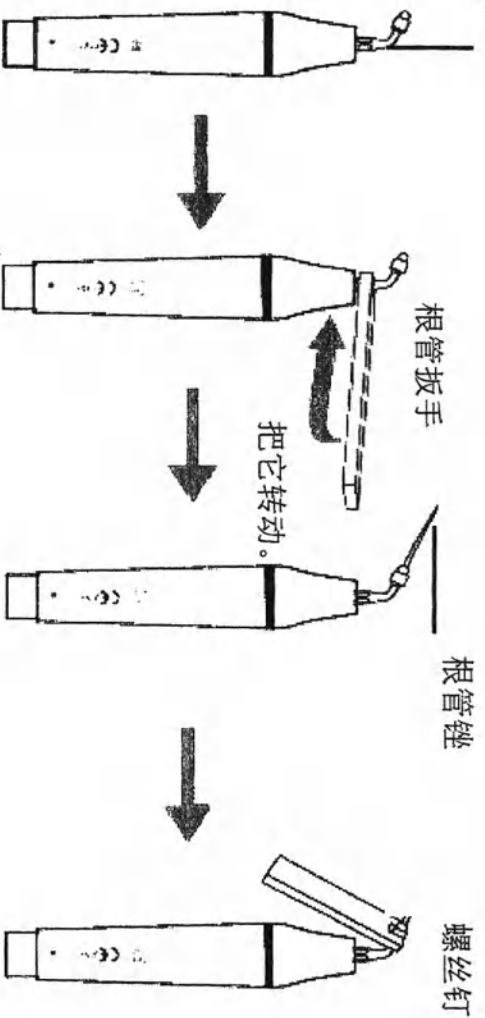

图 5
同时，水或其他洗涤液（例如氯己定）通过尖端进入口腔。用于操纵附件的使用。技巧的一般视图如图 5 所示。
a) 用一把钥匙将喷嘴固定在喷嘴上以固定喷嘴（见图 5）。